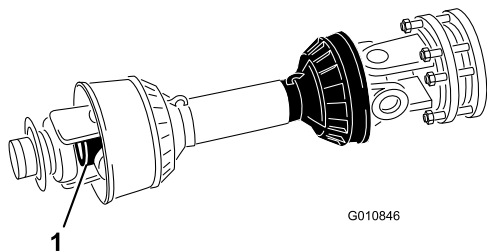

図 14
9. PTO シャフトのチューブを押し縮めて一番短くなった状態にする。**内側の** シャフトが飛び出して外側のシャフトのクロス部やベアリング部に入らないことを確認する（図 14）。入り込むようであれば **もう少し** 内側シャフトを短くして修正する。